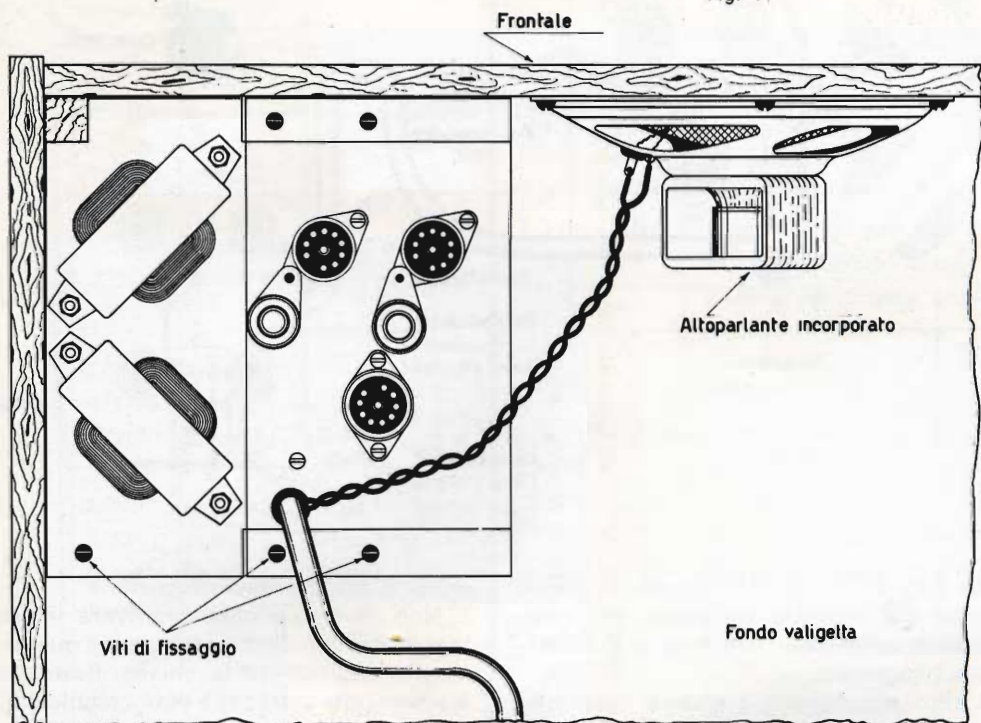

Fig. 12
I fermavalvola verranno fissati, come indicato in fig. 12, al posto di una delle viti di fissaggio dello zoccolo.
8) Partendo dallo stesso terminale 3 dell'ancoraggio piccolo, saldare uno spezzone di conduttore lungo circa 30 cm. ; esso verrà successivamente collegato alla presa G/2226 dell'altoparlante fissato sul pannello frontale di legno della valigetta (vedi fig. 12).